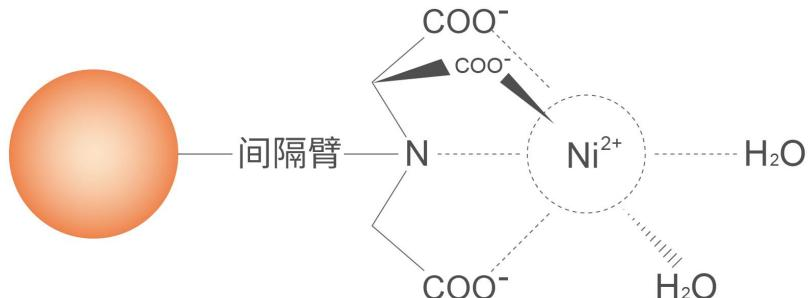

图 1. Ni NTA Beads HF 化学结构示意图
**Ni NTA Beads HF** 是一种新型固定化金属离子亲和层析 (IMAC) 介质，螯合有非常牢固的 Ni 离子（产品结构见图 1 所示），具体性能见表 1。Ni NTA Beads HF 主要用于捕获和纯化分泌到真核细胞(即哺乳动物和昆虫)培养上清的组氨酸标记蛋白。它可以在含有 EDTA 及 DTT 的情况下进行目的蛋白高效的纯化。该介质同样能够应用于各种表达系统胞内表达蛋白的纯化，而且其选择性更高，纯化获得的目的蛋白纯度更好。**Ni NTA Beads HF** 有很强的组分兼容性，适用于广泛底物及盐浓度的缓冲条件。